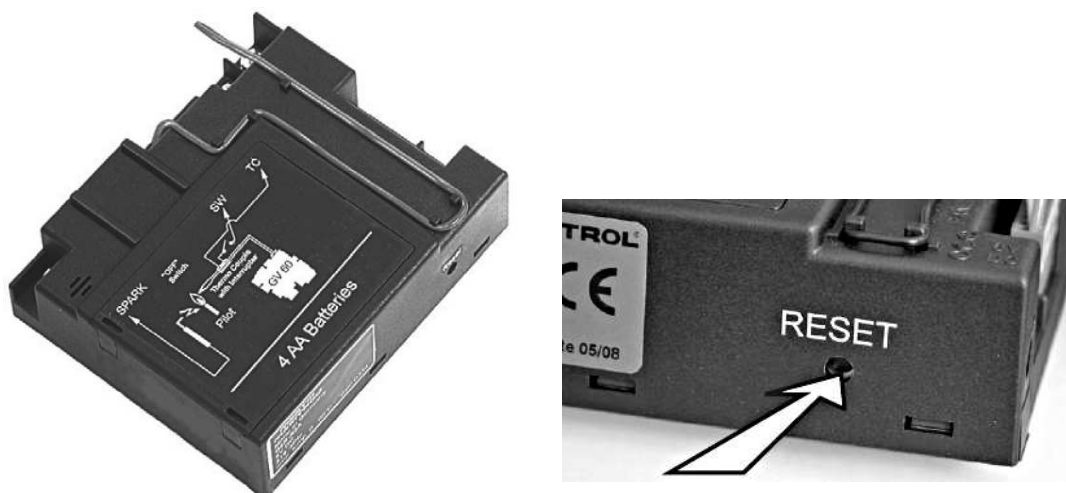

Figure 3: Récepteur “RESET” bouton
- Appuyez sur le bouton **“RESET”** du récepteur et maintenez-le enfoncé jusqu'à entendre 2 bips. Voir figure 3.